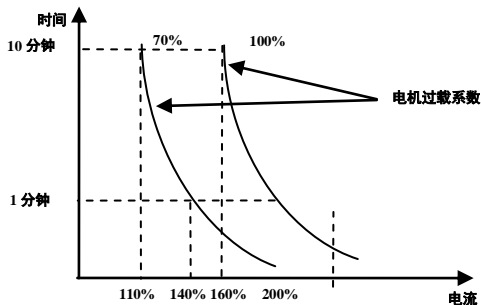

图 5-16 电机过载系数设定
- 该值可根据用户需求自己设定，相同条件下 F707 设定值越小，电机过载保护越快速，如图 5-16 所示。举例说明：使用 7.5kW 的变频器 (额定电流为 17A) 带 5.5kW (额定电流为 12A) 电机， $F707 = 12/17 \times 100\% \approx 70\%$ ，当电机实际电流为 140% 的变频器额定电流时，1 分钟后变频器跳过载保护；